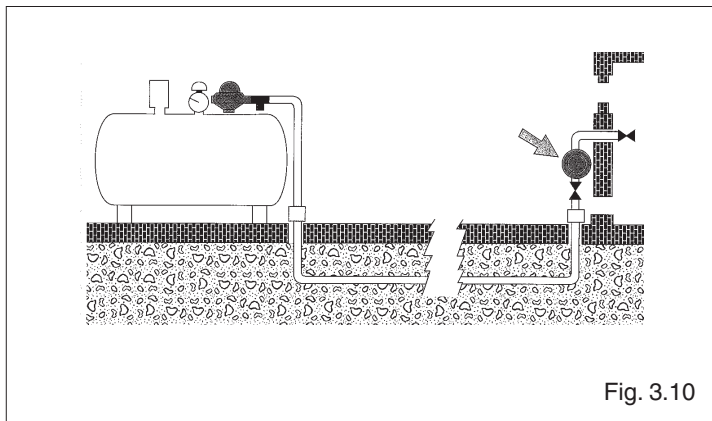

Fig. 3.10
- Agire sul regolatore di pressione dell'alimentazione GPL fino a leggere sul manometro i valori (fig. 3.10):